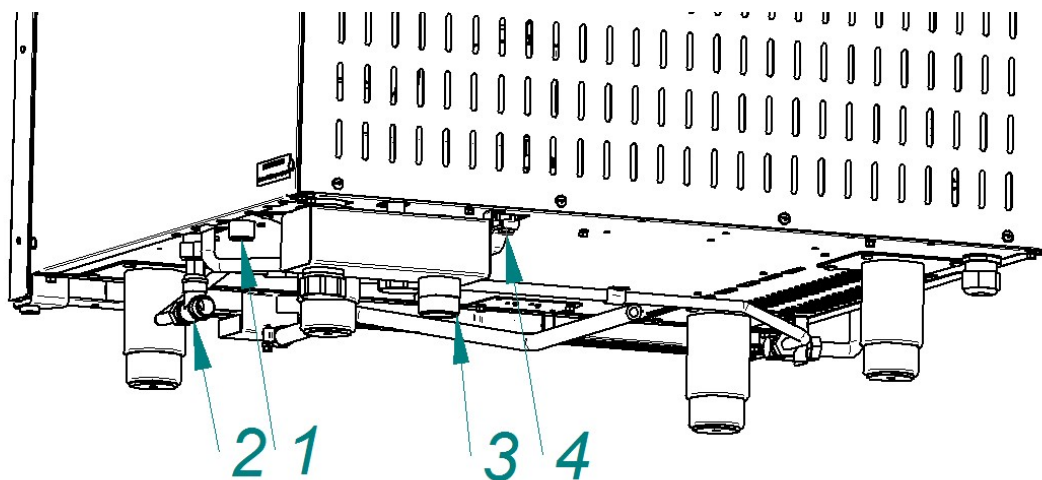

Рис. 4. Подключение к системе водоснабжения
• G3/4 (см. рис.4 поз.1 (наружная резьба)) – парогенератор. Подключать через водоумягчительную установку (водородно-ионного обмена). Рекомендуется использовать фильтр BRITA PURITY C300 Quell ST.
• G1/2" (см. рис.4 поз.2 (наружная резьба)) – душевое устройство и охлаждение коллектора. Допускается подключать к неподготовленной воде.
- установить кран слива бойлера (см. рис.4 поз.4) в положение «Закрыто»;
- используя шланг из комплекта поставки, подключить пароконвектомат к системе канализации (см. рис. 15). Шланг подключить через штуцер с резьбой G1¼" (рис.4 поз.3). Подключение к канализации выполнить с разрывом струи не менее 20мм от верха приемной воронки (СНиП 2.04.01-85 п. 17.11).